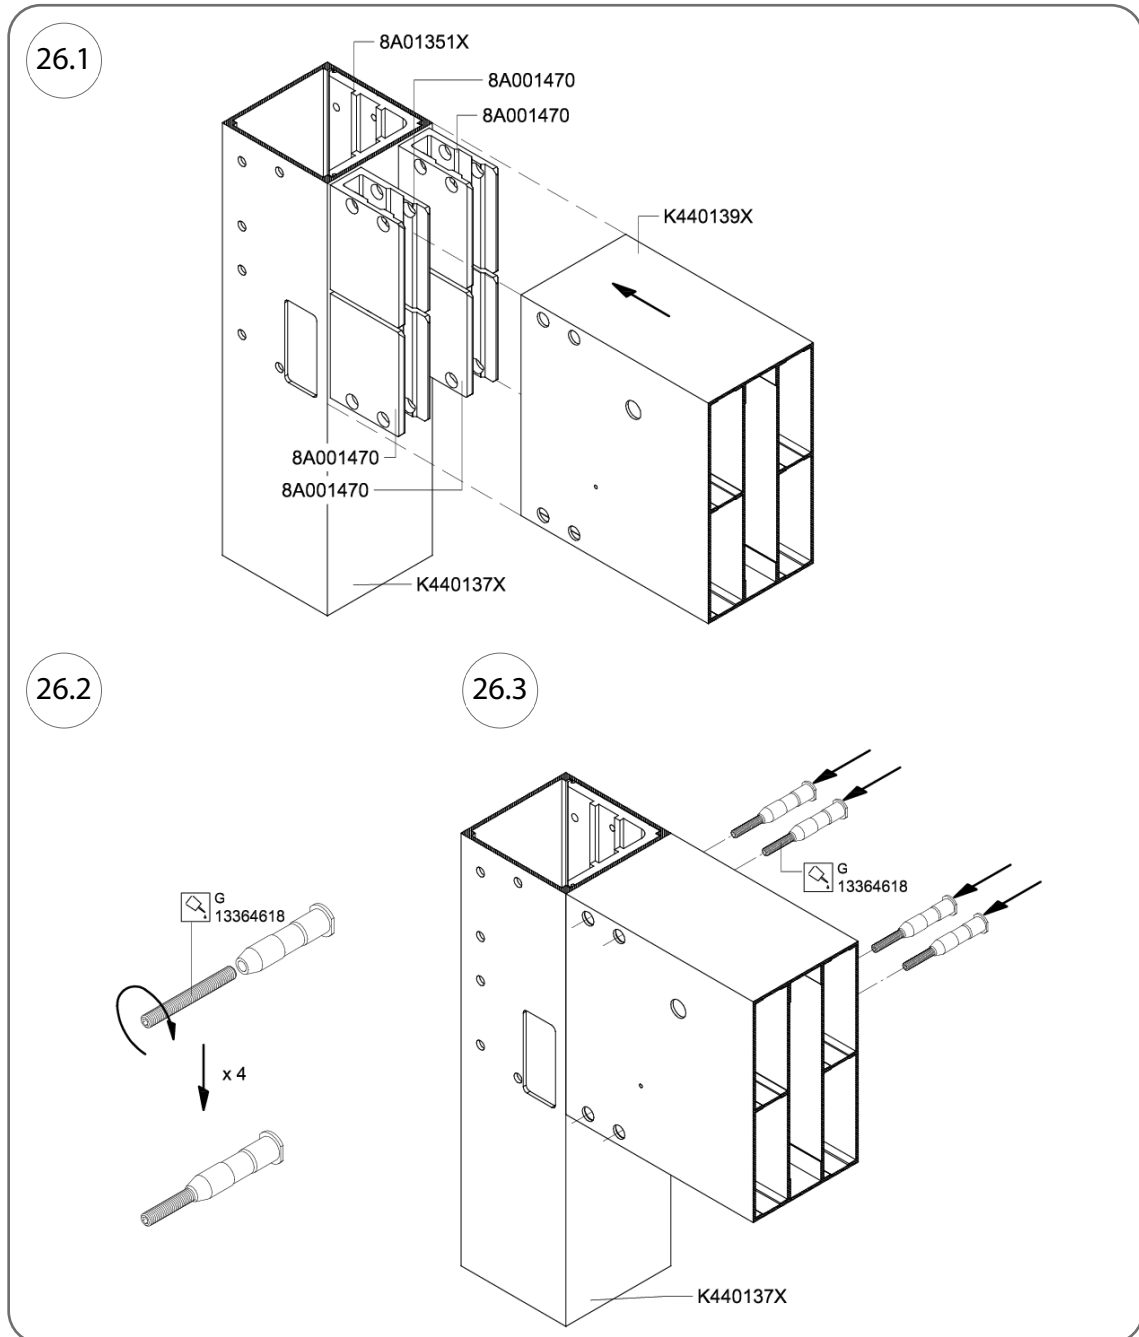
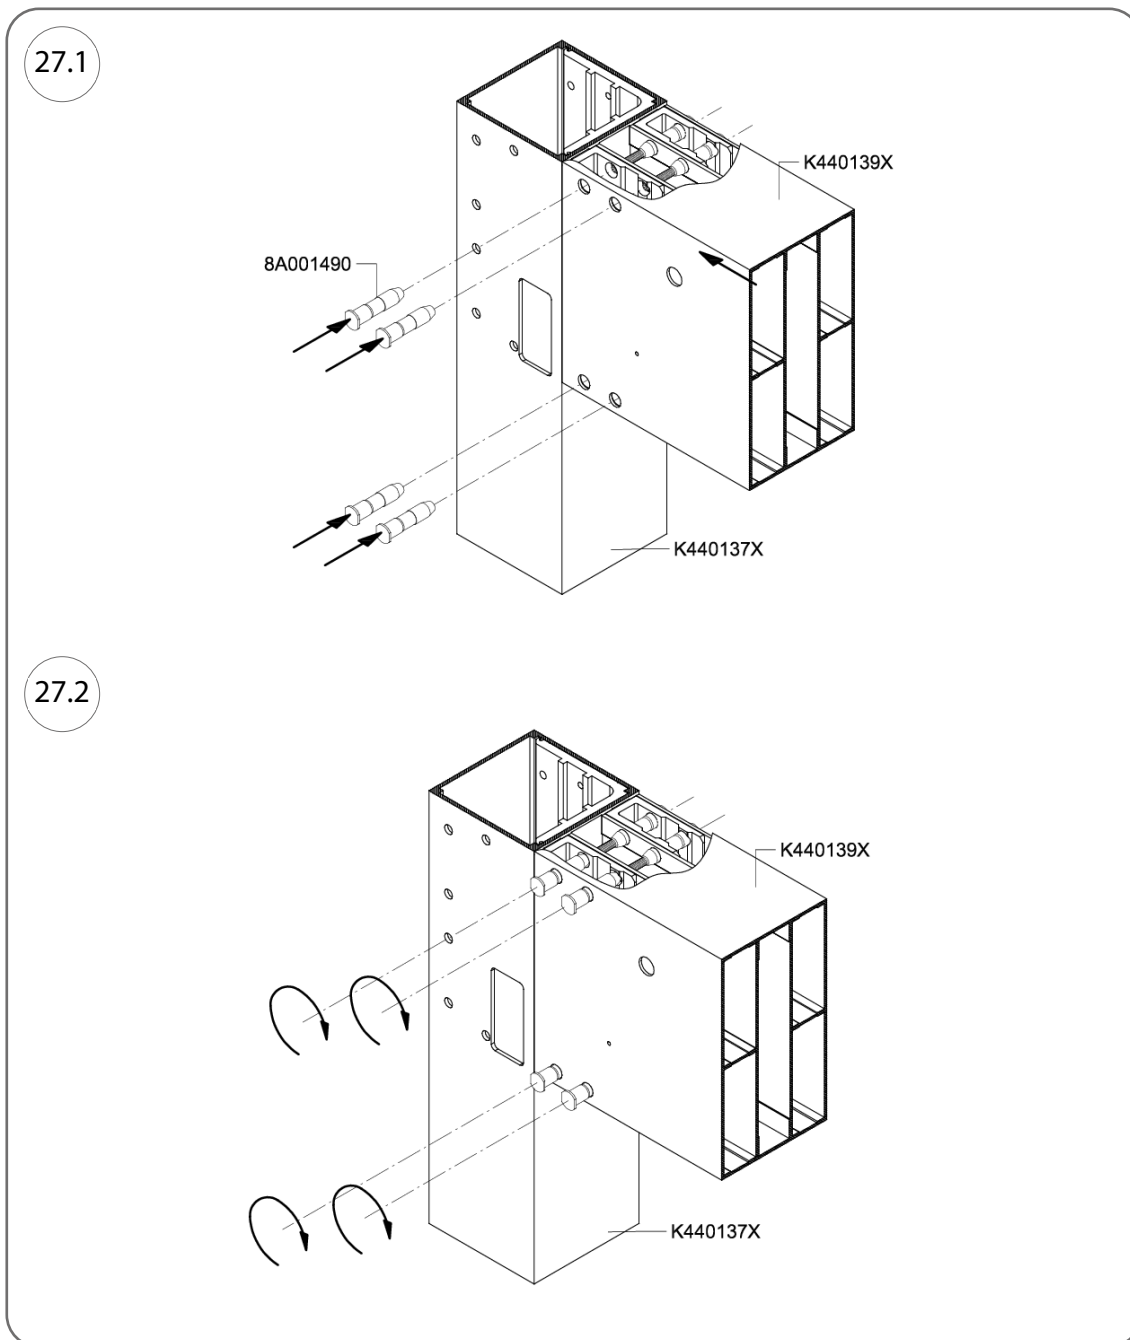

Fig. 26
Fig. 27
1. Pentru a realiza conexiunea, glišați grinda intermediară (nr. cat. K440139X) pe conectori (nr. cat. 8A001470) și, prin orificiile duble din profilul grinzii, introduceți 4 seturi de știfturi pentru grinda intermediară (nr. cat. 8A001490X, apoi înșurubați cele două părți ale știftului (așa cum se arată în Fig. 26 și Fig. 27, operațiunea nr. 27.2).